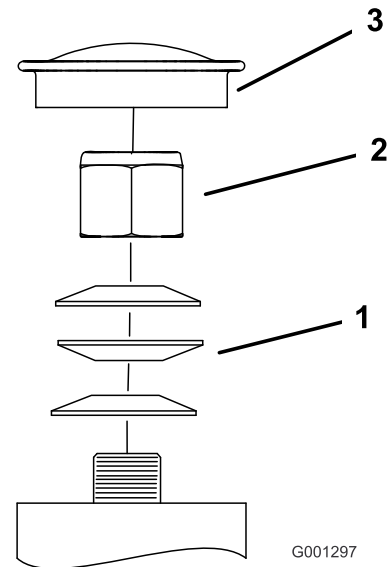

Figure 45
3. Retirez le capuchon anti-poussière de la roue pivotante et serrez le contre-écrou (Figure 45).
4. Continuez de serrer le contre-écrou jusqu'à ce que les rondelles élastiques soient aplaties, puis desserrez-le de 1/4 de tour pour obtenir la précharge correcte des roulements (Figure 45).
Important: Veillez à placer les rondelles comme illustré (Figure 45).
5. Remettez le capuchon anti-poussière en place (Figure 45).